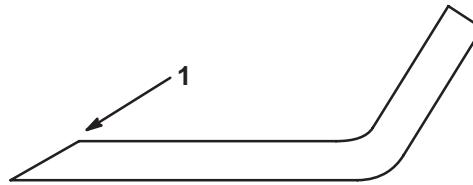

Figure 29
1. Au moyen d'une lime, aiguisez les tranchants aux deux extrémités de la lame (Fig. 29) en veillant à conserver l'angle de coupe d'origine. Limez la même quantité de métal sur chacun des deux tranchants pour ne pas déséquilibrer la lame.